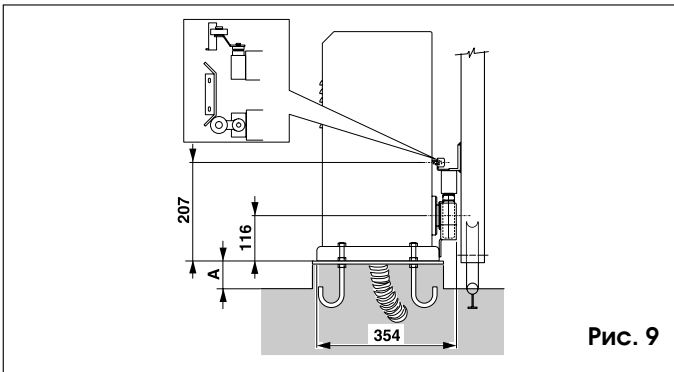

Рис. 9
**Внимание!** Предпочтительно устанавливать монтажное основание на небольшом воз-вышении от земли. См. А, рисунок 9.